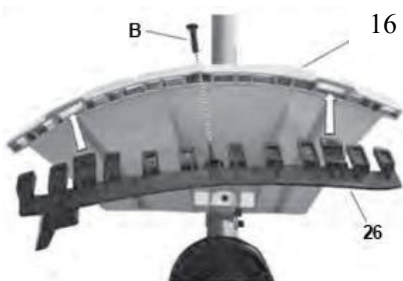

Fig. 3-3
1. Quando usar a cabeça de fio de corte, tem de colocar sempre a proteção adicional com a faca de corte da linha. (Fig. 3-3, Fig. 3-4)
- Fixe a proteção adicional (26) com o parafuso (B). (Fig. 3-3)